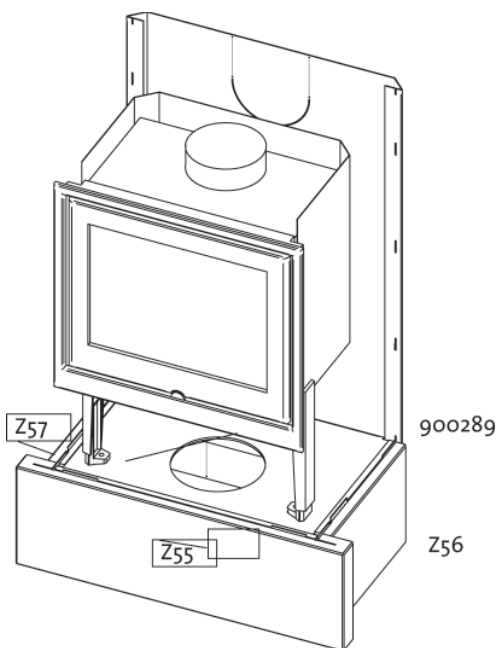

Fig. 6
12. Positionieren Sie die beiden vorderen Steine, indem Sie sie von der Seite einschieben (siehe Abb. 6).